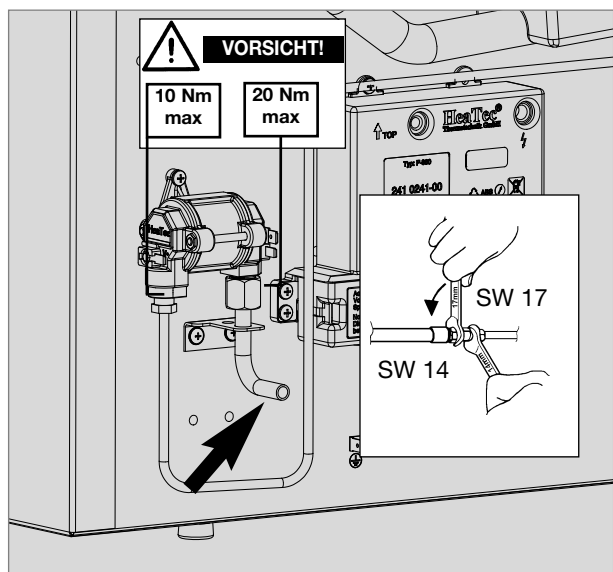

Fig. 34
- La connessione del gas all'apparecchio è effettuato tramite un manicotto (Ermeto) appropriato per il tubo L8, DIN 2353-ST, conforme alla norma EN 1949 (fig. 34).